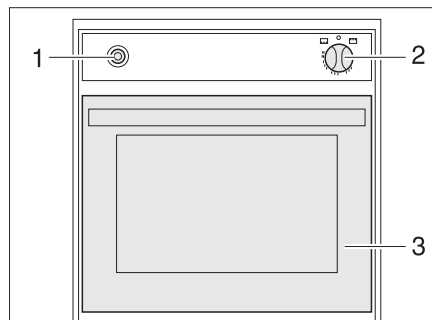

Fig. 260 Horno de gas (Spinflo)
- Abrir completamente la puerta del horno (Fig. 260,3).
- Presionar ligeramente el regulador giratorio (Fig. 260,2) y ponerlo en "🔥" (horno) o "GRILL" (grill).
- Presionar el regulador giratorio (Fig. 260,2) y mantenerlo presionado por 5 a 10 segundos. El gas fluye al quemador.
- Presionar el interruptor de encendido (Fig. 260,1) tantas veces como sean necesarias para que arda la llama.
- Girar el regulador giratorio (Fig. 260,2) a "O". La llama se apaga.